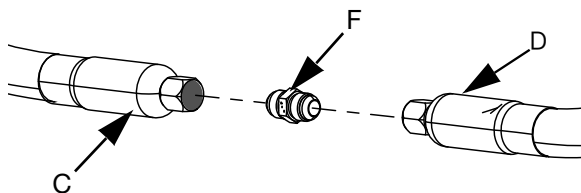

图 24
6. 如果您使用两根供料软管 (C 和 D)，请使用供料软管 1 连接到供料软管 2 接头 (F)，以将供料软管 1 (C) 连接到供料软管 2 (D)。参见图 24。